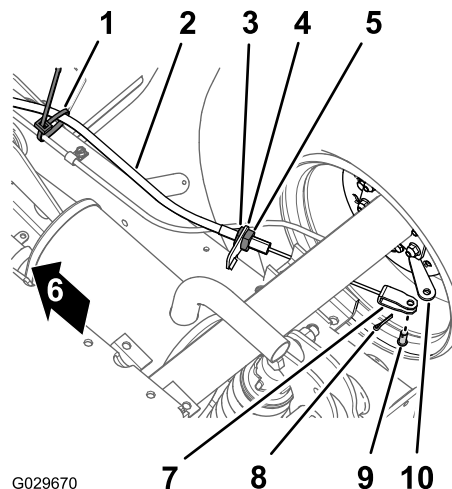

Рисунок 43
1. В нижней части автомобиля снимите кабельную стяжку, которая крепит трос стояночного тормоза к трубке рабочего тормоза (Рисунок 43).
2. Нанесите отметку углового положения в виде черты на передней контргайке троса стояночного тормоза (Рисунок 43).
3. Ослабьте заднюю контргайку и снимите трос с кронштейна троса тормоза (Рисунок 43).
4. Снимите шплинт и шплинтуемый штифт, который крепит вилку троса стояночного тормоза к рычагу привода тормоза, и отделите трос от рычага (Рисунок 43).
- Проложите резьбовой регулятор троса стояночного тормоза к кронштейну троса, а вилку к рычагу привода тормоза (Рисунок 43).
- Совместите резьбовой регулятор троса стояночного тормоза с кронштейном троса и затяните заднюю контргайку (Рисунок 43).